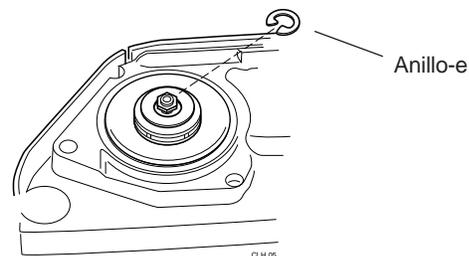

Figura 6.10 Extracción del Anillo-e
Paso 4. Extraiga el anillo-e de atrás de la tuerca del cigüeñal (figura 6.10)